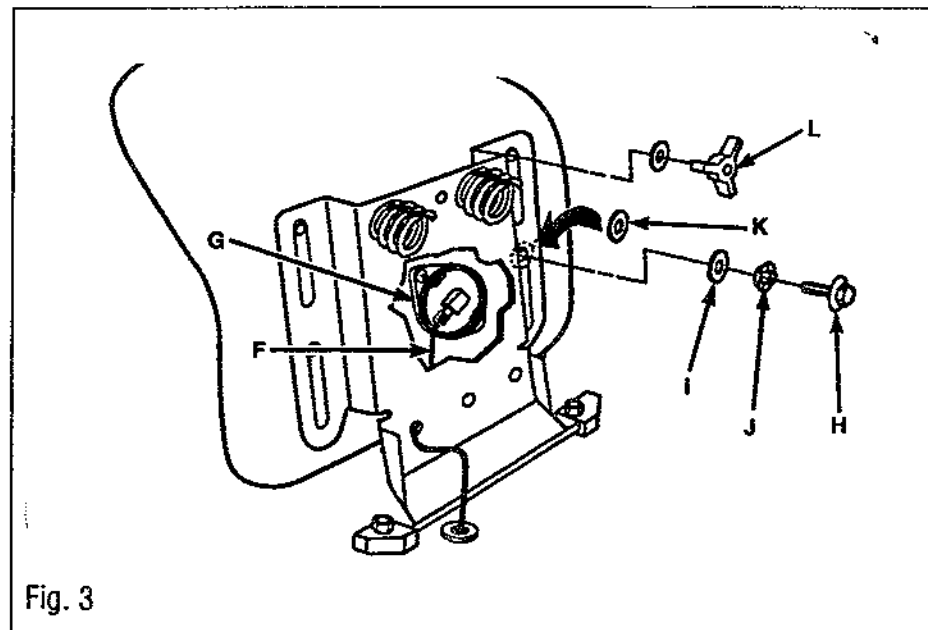

Fig. 3
1. Connecter le harnais de câbles (F, Fig. 3) à l'interrupteur de verrouillage du siège (G).
2. Fixer l'avant du siège avec les boulons à épaulement (H), la rondelle de nylon (I) et la rondelle de calage (J). La rondelle de nylon se place entre la rondelle de calage et le support du siège. La rondelle d'acier de 1-1/4 po se place entre le siège et le support du siège. Fixer l'arrière du siège avec des rondelles plates et les boutons moletés (L).